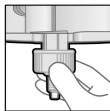

Fig. 4.1
- Quando il puntale di miscelazione è in posizione corretta (Fig. 3), spingere l'anello di fissaggio Dynamix sul puntale di miscelazione finché non si arresta, quindi ruotarlo verso destra (1/4 di giro) fino a bloccarlo saldamente in posizione. (Fig. 4.1, 4.2, 5)